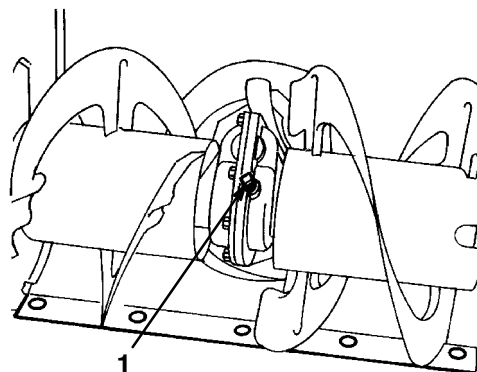

Bild 24
3. Reinigen Sie den Bereich um den Rohrverschluss (Bild 24).
4. Entfernen Sie den Rohrverschluss vom Getriebe (Bild 24).